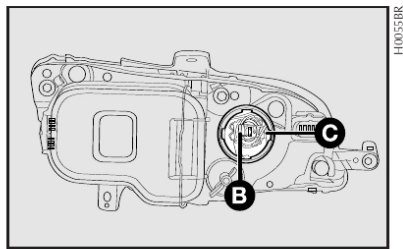

fig. 20
2) soltar o conector **B**-fig. 20 de alimentação da lâmpada;
3) retirar o porta-lâmpada pressionando a presilha **C**-fig. 20 lateralmente;